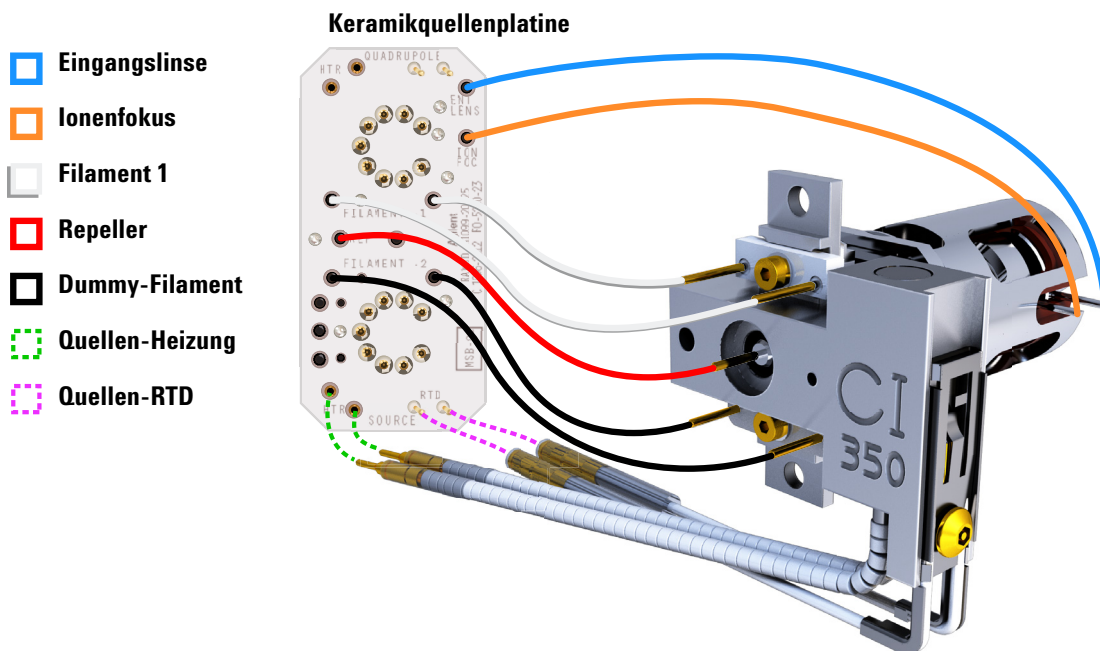

Abbildung 76. Verkabelung zwischen der Keramikquellenplatine und der Quelle
- 1 Verwenden Sie eine Zange, um die Kabelverbindungen der Keramikplatine an den Verbindungsstücken der Quelle anzuschließen oder zu lösen. (Siehe **Abbildung 76.**)
- 2 Verwenden Sie eine Zange, um die Kabelverbindungen der Quellenheizung an der Keramikquellenplatine anzuschließen oder zu lösen. (Siehe **Abbildung 76.**)